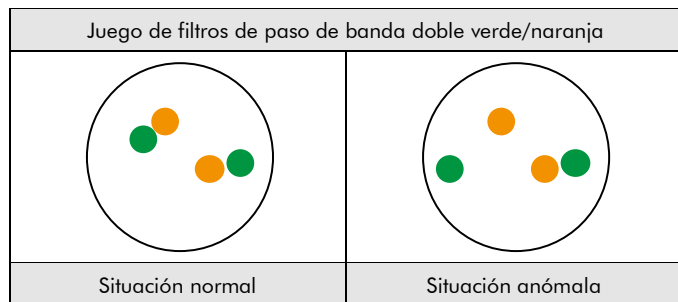

Fig. 2: Resultados previstos en núcleos normales y anómalos
**Situación normal:** En las interfases de células normales o células sin una translocación que afecte a la región del gen SPI1, aparecen dos señales de fusión naranjas o verdes (ver Fig. 2).
**Situación anómala:** Una región del gen SPI1 afectada por una translocación se indica mediante una señal verde independiente y una señal naranja independiente (ver Fig. 2).